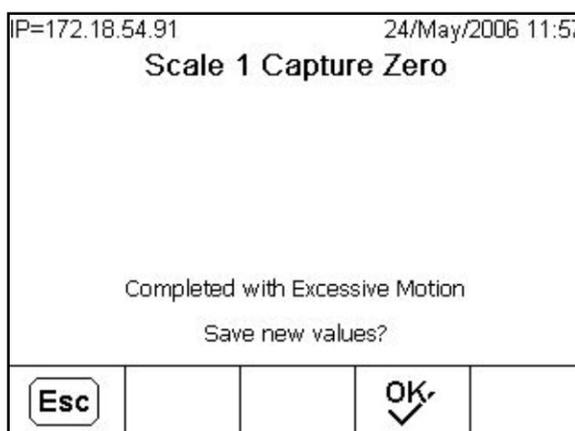

Figure 3-28 : Mouvement pendant la capture de zéro
- Si un mouvement est détecté pendant la procédure de capture de zéro, un écran s'affiche (Figure 3-28) demandant à l'opérateur s'il accepte ou rejette la valeur capturée. Appuyez sur la touche programmable |↕| pour valider la valeur ou sur ÉCHAP [Esc] pour la rejeter et revenir à l'écran de calibrage de la balance.
- Si un mouvement est détecté pendant la procédure de capture de la portée, un écran s'affiche (qui ressemble à celui qui est illustré sur la Figure 3-28). L'opérateur peut utiliser la valeur capturée ou annuler l'opération de capture et revenir à l'écran de calibrage de la balance.